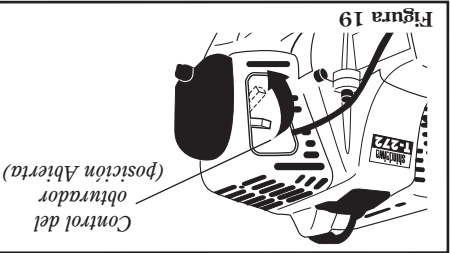

Figura 19
6. Cuando arranque el motor, nueva despacio la palanca del obturador a la posición "OPEN" (abierto). Consulte la figura 19. (Si el motor para después del arranque inicial, cierre la palanca del obturador y vuelva arrancar).